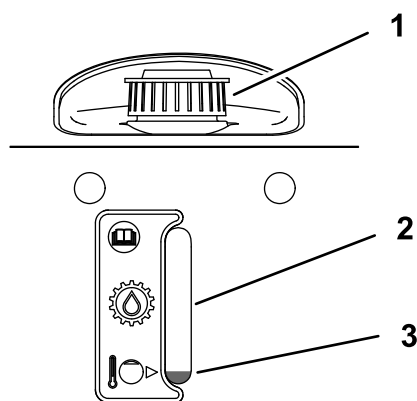

Figure 45
4. Utilisez le regard pour vérifier le niveau de liquide dans le vase d'expansion (Figure 45).
- Ajoutez du liquide hydraulique dans le vase d'expansion jusqu'à ce qu'il atteigne le trait de repère (Figure 45).